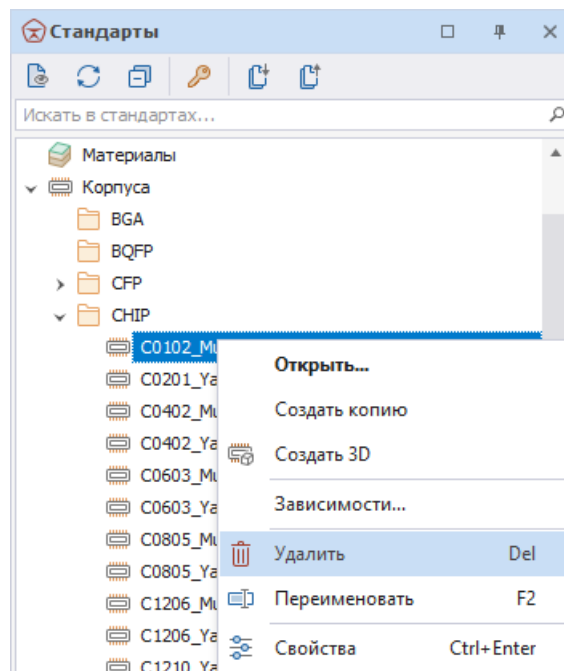

Рис. 84 Удаление корпуса
1. Выберите требуемый корпус в дереве узла «Корпуса» и в контекстном меню выберите пункт «Удалить» или воспользуйтесь горячей клавишей Delete, Рис. 84.